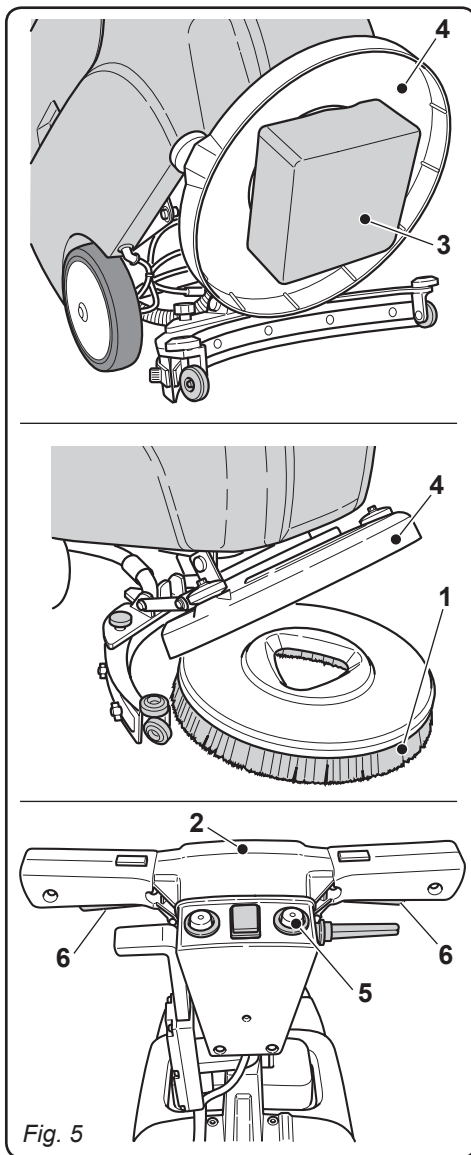

Fig. 5
3.1.d - Montagem da escova (Fig. 5)
- Posicione a escova (1) sobre o solo.
- Levante a máquina, a partir da parte anterior, com o auxílio do conjunto guidão (2) e remova o suporte em poliestireno (3).
- Coloque o flange de adaptação (4) sobre a escova (1).
- Pressione e coloque o botão (5) na posição "I", em seguida, pressione as alavancas (6) a fim de iniciar a rotação da escova, até ouvir o "click" de engate, solte enfim as alavancas (6) e pressione novamente o botão (5) (posição "0").